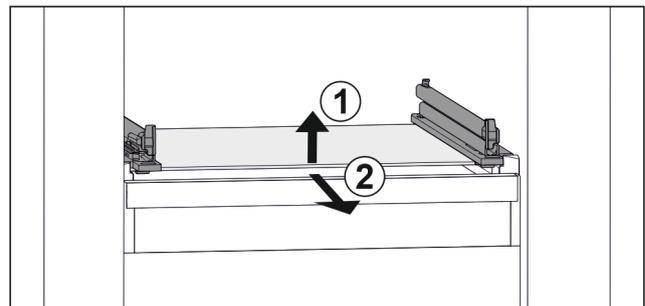

Fig. 52 Beispielhafte Darstellung der Glasplatte
- Glasplatte vorne anheben. Fig. 52 (1)
- Glasplatte nach vorne entnehmen. Fig. 52 (2)